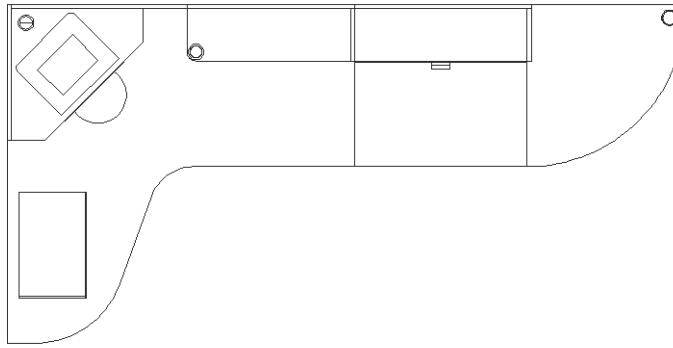

Рис. 6.55 ▼ Окончательный вид объектов слоя Высота 1495
11. Разморозьте слой **Высота 720** и скопируйте чертеж основной опоры на слой **Высота 1495**, после чего снова заморозьте слой **Высота 720**. На этом создание объектов слоя **Высота 1495** завершено (рис. 6.55).